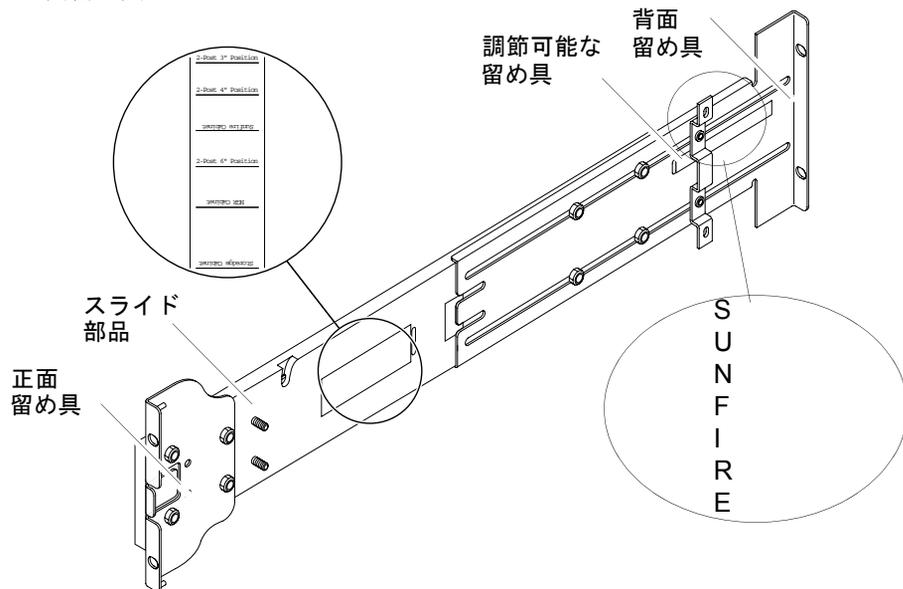

図 1-1 レール部品 (標準構成)
各レール部品は、次の 4 つの部品で構成されます (図 1-1)。
背面留め具または調節可能な留め具の位置を調節して、部品の長さを変更します。スライド部品および背面留め具の金属部分には、特定のキャビネット用の留め具の位置が記されています。図 1-1 に、マークの位置を示します。
1. 調節可能な留め具を固定するナットを取り外し、調節可能な留め具を廃棄します (図 1-1)。